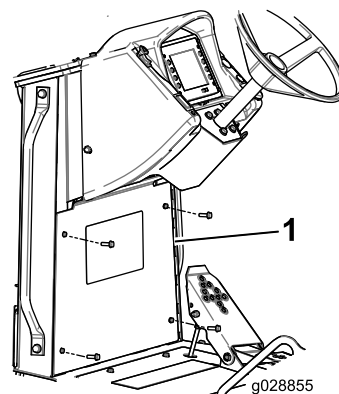

図 2
1. キックプレートフレームに固定しているボルト (4本) を外してプレートを外す (図 2)。